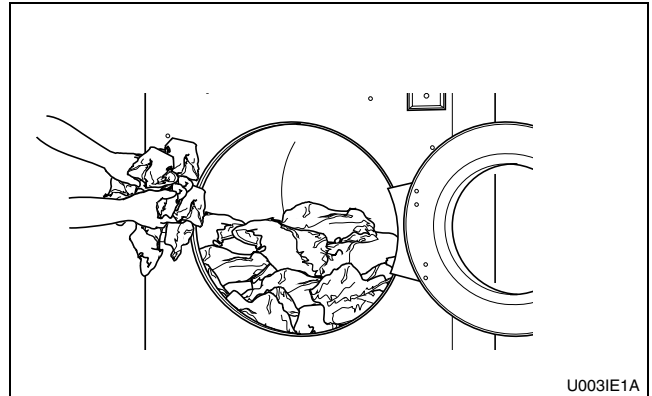

Figura 18
3. Cargue según la capacidad siempre que sea posible. **NO LA SOBRECARGUE.** Consulte la *Figura 18*.